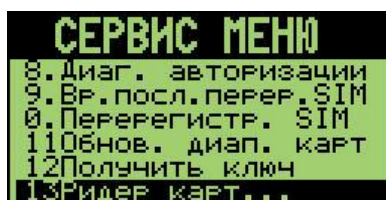

Рис. 2. Выбор пункта «Ридер карт...»
1. Выберите пункт «Главного меню» «Дополнительно». На дисплее появится окно «Сервис меню» (см. Рис. 2).